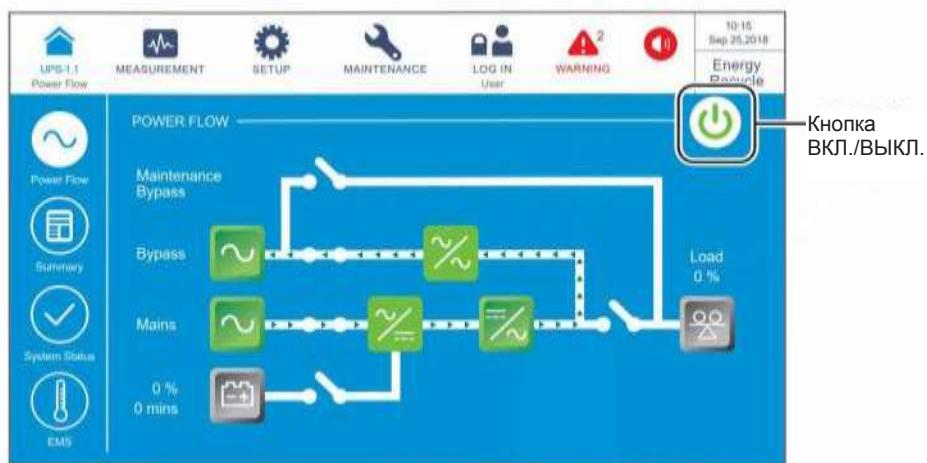

Рисунок 6-67: Экран режима повторного использования электроэнергии и кнопка ВКЛ./ВЫКЛ.
- 1 В режиме повторного использования электроэнергии на ЖК-дисплее отображается следующий экран (**Рисунок 6-67**), а трехцветный светодиодный индикатор горит желтым. Расположение трехцветного светодиодного индикатора см. на **Рисунке 2-11**.